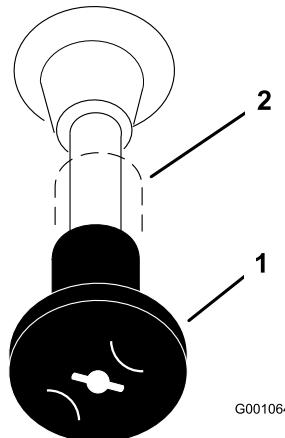

Figura 12
4. Prima di avviare il motore a freddo spostate lo starter in posizione On (Figura 12).
7. Quando il motore è acceso, portate lo starter in posizione Off (Figura 12). Se il motore stalla o esita, riportate lo starter in posizione On per qualche secondo, e spostate la leva dell'acceleratore nella posizione opportuna. All'occorrenza, ripetete il procedimento.